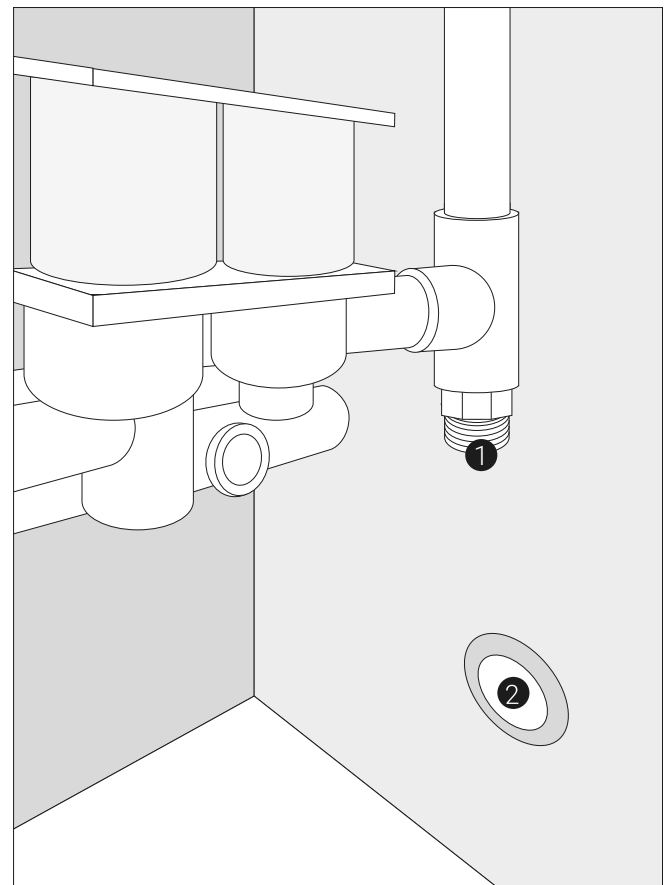

Рис. 9
**9.5.19.** Подключить печь к магистральной сети природного газа, для этого необходимо изучить п. 9.3 и рис. 3, демонтировать правую панель печи (рис. 3, поз. 8) и подсоединить газовый шланг к штуцеру 1 (рис 9), пропустив его через отверстие 2 (рис. 9).